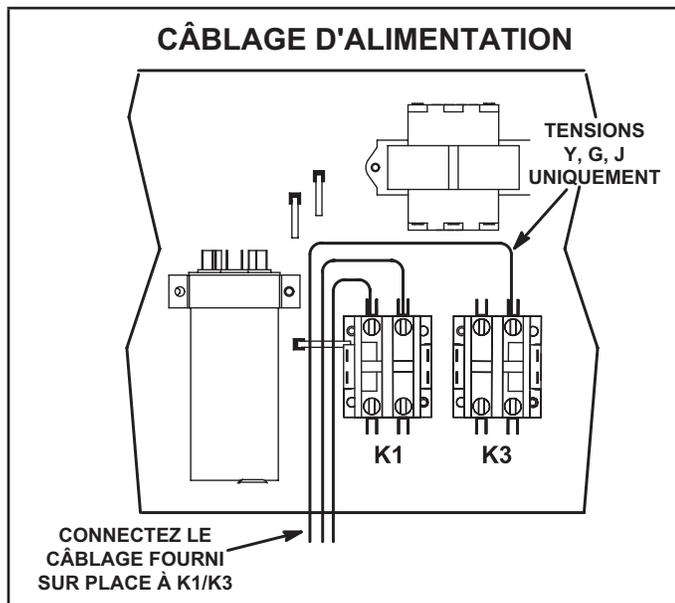

FIGURE 7
- 2 - Acheminez l'alimentation par la zone d'entrée d'alimentation latérale ou inférieure. Pour l'entrée d'alimentation inférieure, un ensemble d'alimentation inférieure doit être utilisé. Raccordez le câblage d'alimentation aux contacteurs K1/K3 dans le boîtier du contrôleur. Reportez-vous à la FIGURE 7. Sur les unités équipées d'un chauffage électrique, acheminez le câblage d'alimentation vers TB2; consultez la disposition des pièces pour connaître l'emplacement. Reportez-vous au schéma de câblage.